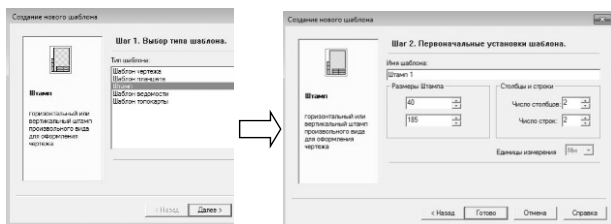

Рис. 27 Создание шаблона штампа
1. Из меню **Ведомости/Редактор шаблонов/Создать шаблон** вызовите мастер создания нового шаблона (рис. 27).